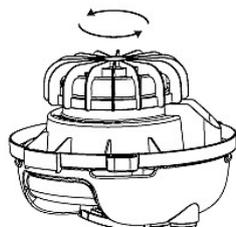

Abb. 12: Filterabdeckung entnehmen
Schritt 1: Schalten Sie die Trockensauger aus und lösen Sie die Verriegelung um den Behälterkopf abnehmen zu können (Abb.12).